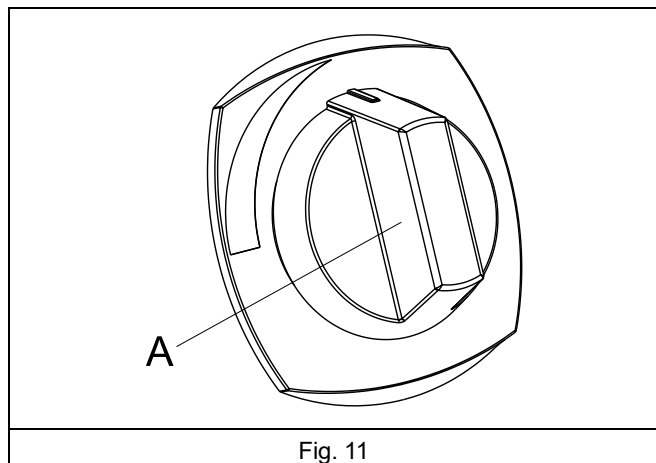

Fig. 11
2. Vrid på kranen "A" för att fylla brunnen med vatten upp till markerad nivå (se Fig. 11).